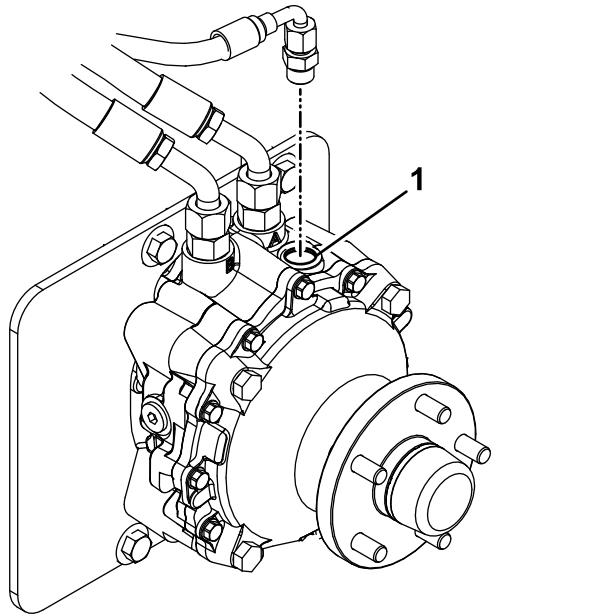

Bild 69
9. Entfernen Sie die Füllschraube an der Oberseite jedes Radmotors (Bild 69).